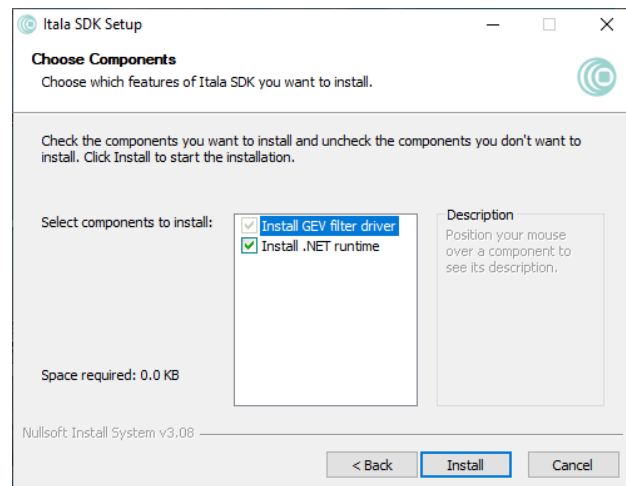

Figure 16: 组件选择窗口。
5. 选择需要安装的组件（图 16）。如果只安装过滤器驱动程序，则可跳过步骤 6。